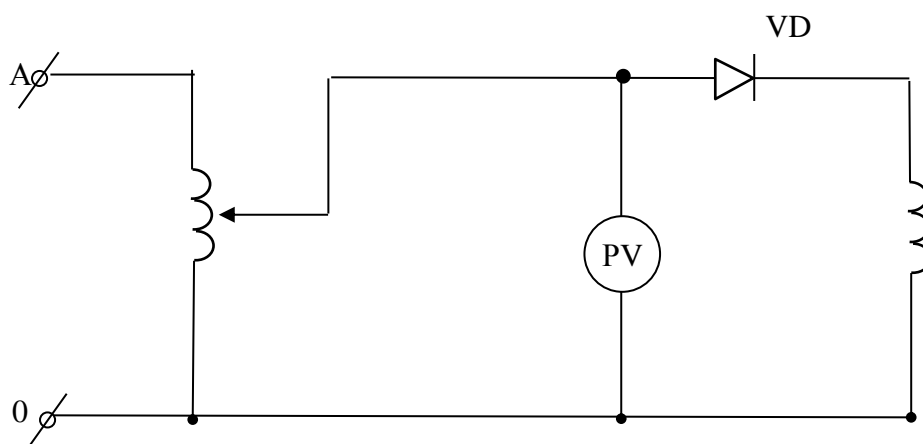

Рисунок 1 – Схема включения соленоида на постоянное напряжение.
7. Измерить магнитную индукцию соленоида, для чего к индуктивности подключить источник постоянного напряжения по схеме рисунок 1. Установить напряжение по вольтметру в пределах 50-60 В.
3. Рисунок 1 – Схема включения соленоида на постоянное напряжение